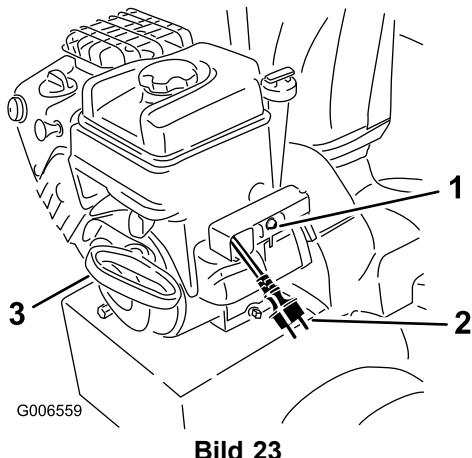

Bild 23
7. Lassen Sie die Schneefräse mit dem Rücklaufstarter oder dem Elektrostarter an (Bild 23).